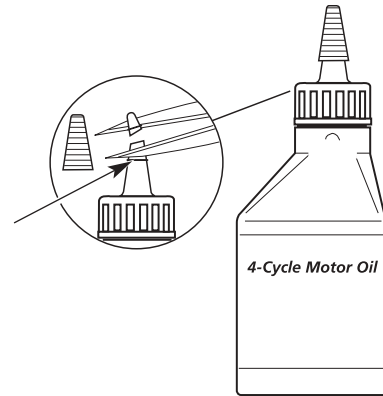

Fig. 5
Votre appareil est livré avec une bouteille d'huile SAE 30 SF, SG, SH de 100 ml (3,4 oz) (Fig. 5).
1. Dévisser le bouchon de la bouteille d'huile et retirez le papier couvrant l'ouverture. Remplacez le bouchon. Coupez la pointe de la buse de l'entonnoir (Fig. 5).